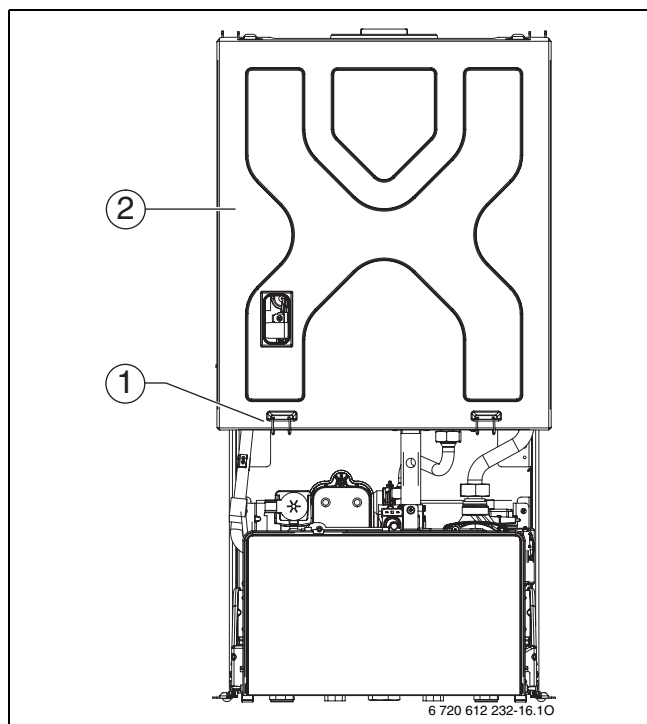

Bild 81 Luftkasten öffnen
- Die zwei Klammern (1) entfernen und Luftkastendeckel (2) nach oben abnehmen (→ Abb. 81).